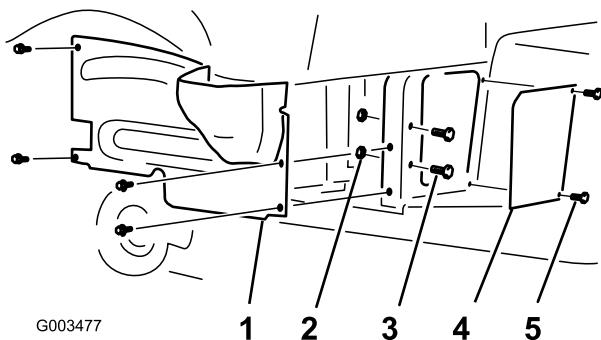

Figura 1
- Retire los 4 tornillos con arandela prensada que sujetan la cubierta de la rueda derecha al bastidor (Figura 1). Retire y guarde la cubierta.
- Retire los 2 tornillos y los 2 pernos que sujetan la rejilla al bastidor (Figura 1). Retire y guarde la rejilla.